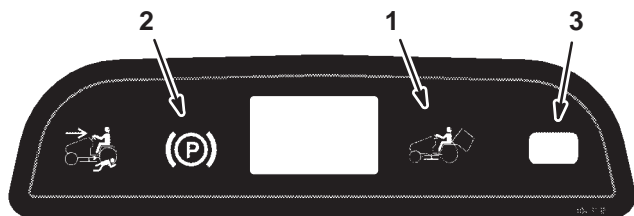

Figura 5
**Nota:** El indicador de control de las cuchillas (PTO), en el salpicadero, se encenderá al engranar las cuchillas (PTO) tal y como indica la Figura 5.